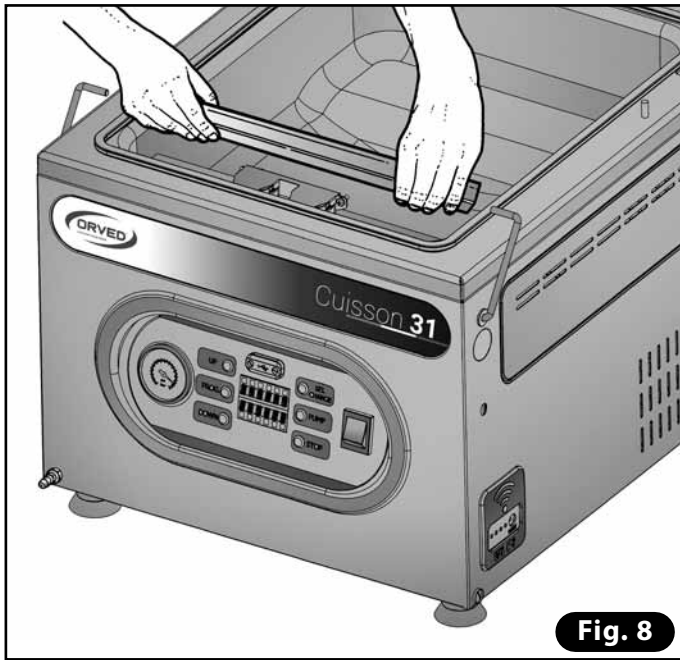

Fig. 8
- 5) Replacer la barre de soudure dans la vasque en faisant attention à la brancher correctement dans les contacts électriques (**Fig. 8**).